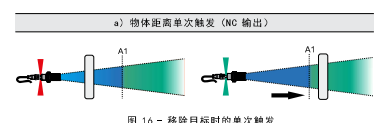

图 16 - 移除目标时的单次触发
- 当物体移动距离（S）大于设定距离（A1）时，输出信号切换。工作原理如图 16 所示。操作时，需要设置自定义用户范围：A1 = S，A2 = ∞。